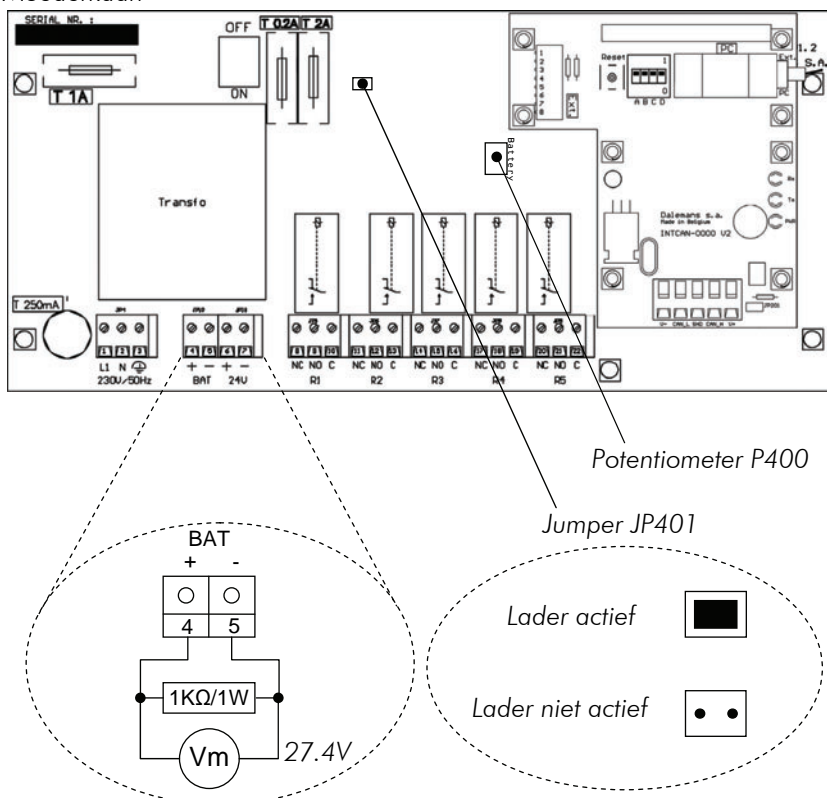

Fig. 57
Om de batterijlader te activeren plaats de jumper JP401 (Fig. 57). Om de batterijlader te deactiveren verwijder de jumper JP401.
- Regel de spanning met behulp van de potentiometer P400 op 27,4 V (Fig. 57).